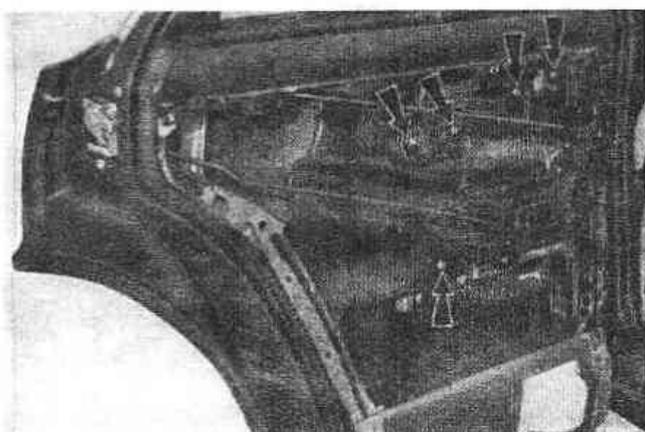

Рис.12.10. Винты крепления стеклоподъемника задней двери (Разд.11)
3. Выверните три пары винтов и зажим у передних дверей (см.фото) или пять винтов у задних дверей (Рис. 12.10) и снимите механизм стеклоподъемника.